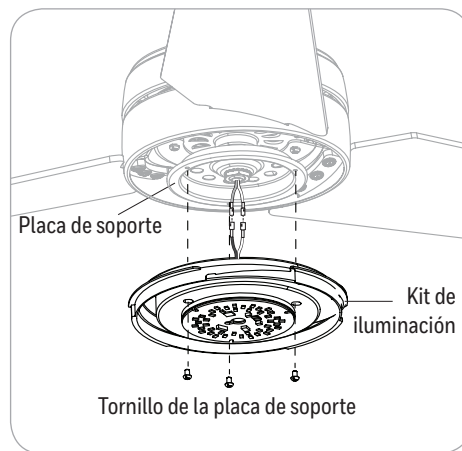

Figura 5.5
5. Retire uno de los tres tornillos de la placa de soporte de la placa de soporte y guárdelo. Afloje los otros dos tornillos de la placa de soporte, pero no los retire. Luego, enchufe los conectores de clavija simple de la placa de soporte en el conector de clavija simple del kit de iluminación : azul con negro y blanco con blanco. Luego, alinee las dos ranuras de la bandeja de luz con los tornillos aflojados de la placa de soporte. Coloque la bandeja de luz sobre los dos tornillos y gire la bandeja de luz en dirección de las manecillas del reloj. Luego apriete los dos tornillos de la placa de soporte. Reinstale el tornillo de la placa de soporte que se retiró en el paso anterior y apriételo firmemente (Figura 5.5).